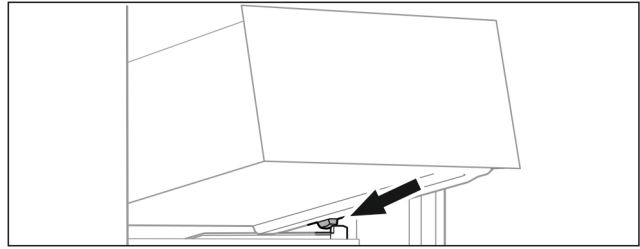

Fig. 75
- ▶ Schubfach schräg hinter den Stoppern auf Behälterrippe aufsetzen. (siehe Fig. 75)